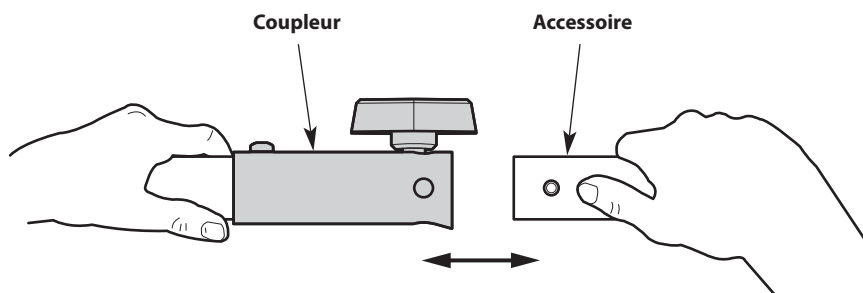
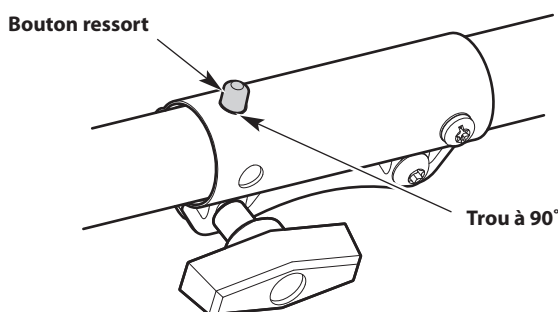

Fig. 2
Fig. 3
4. Poussez l'accessoire directement dans le coupleur (Fig. 2) jusqu'à ce que le bouton de déverrouillage s'enclenche fermement dans le trou à 90° (Fig. 3).
3. Appuyez et maintenez enfoncé le bouton de déclenchement (Fig. 3).
4. Retirez l'accessoire du coupleur (Fig. 2).